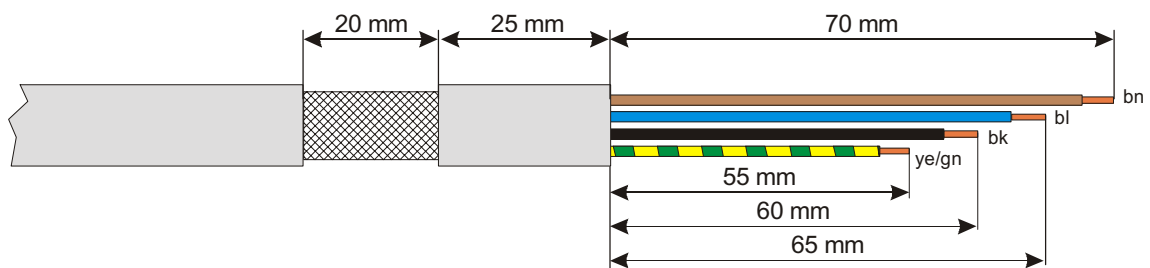

Fig. 2-6 Preparing the motor cable
2. Préparation le câble moteur (fig. 2-6), équiper le câble moteur côté appareil d'embouts de conducteurs.
4. Visser le connecteur sur la face avant (pos. 24).